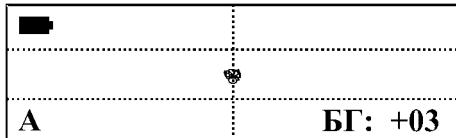

Рис. 11
- нажмите кнопку **БАЛАНС ГРУНТА**. Прибор перейдет в режим автоматической балансировки по грунту (Рис. 11):